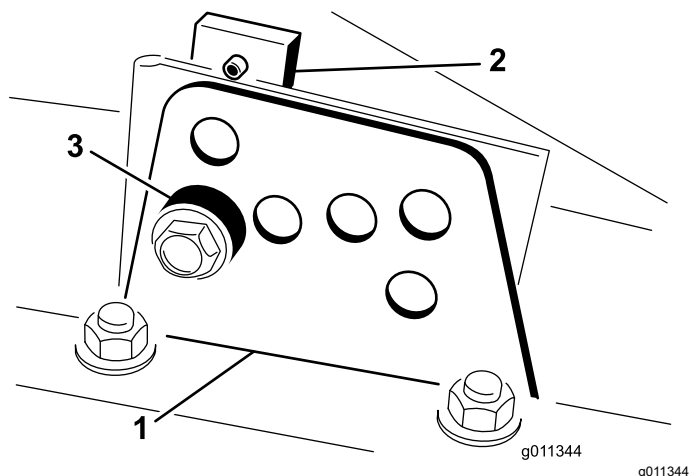

図 6
2. 図 6 のように、各刈り高ブラケットを刈り高プレート前と右と左に固定しているボルトをゆるめる。